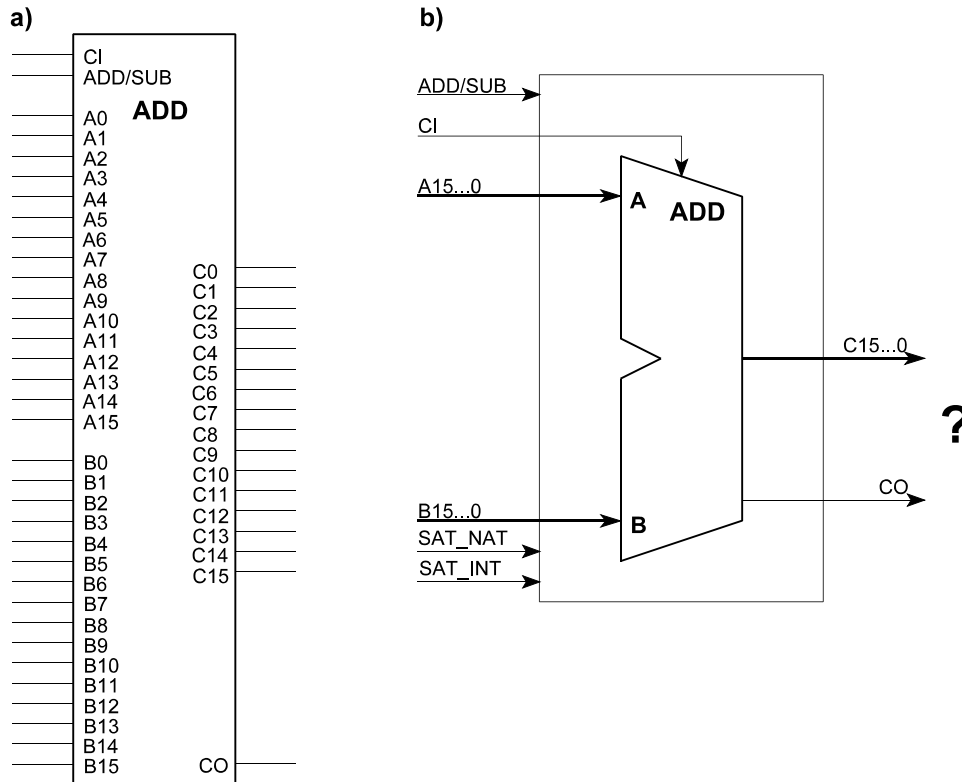

Abb. 17
27. Abb. 17 zeigt ein 16-Bit-Addierwerk. Geben Sie eine ausgangsseitige Zusatzbeschaltung an, die es ermöglicht, das Addierwerk zwischen folgenden Betriebsarten umzuschalten: